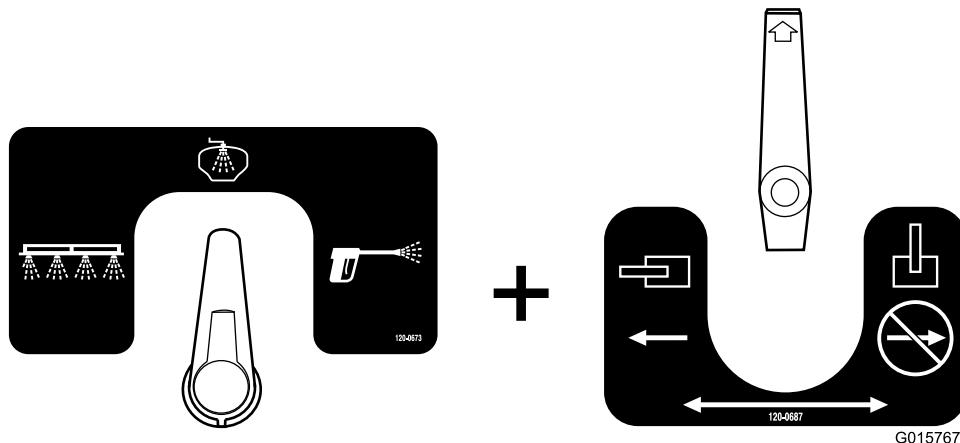

図 34
- 以下はタンクすすぎ用の設定です（図 34）。この設定では、すすぎノズルからすすぎ水がタンク内部に散布されます。